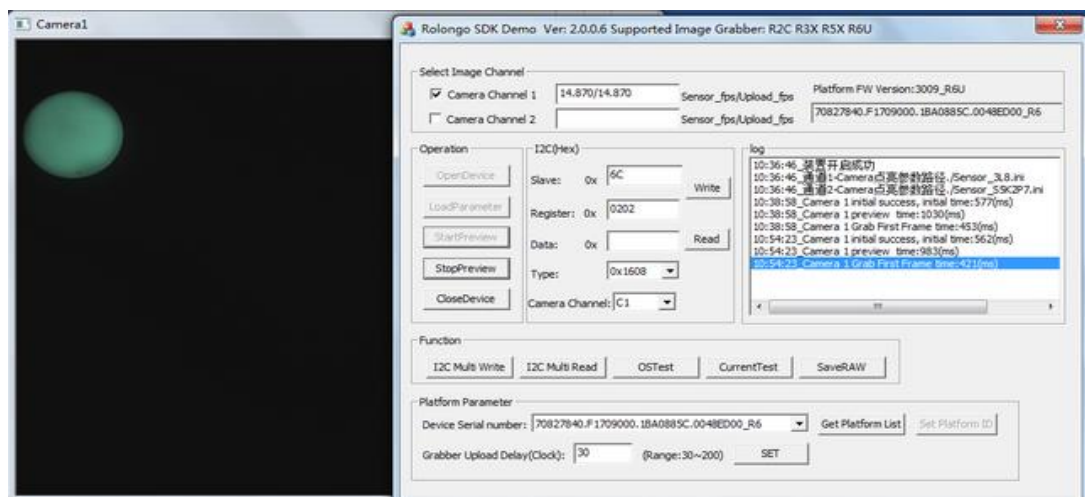

图 10
开始出图执行成功之后，会在图示⑥标示位置显示Sensor出图帧率，及上传帧率(如图10)；